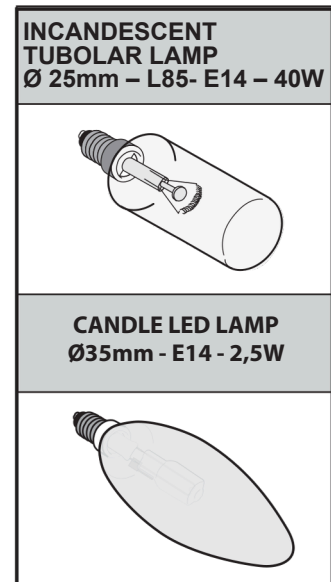

Fig.8
- **Byte av glödlampor/halogenlampor (Fig.8):**